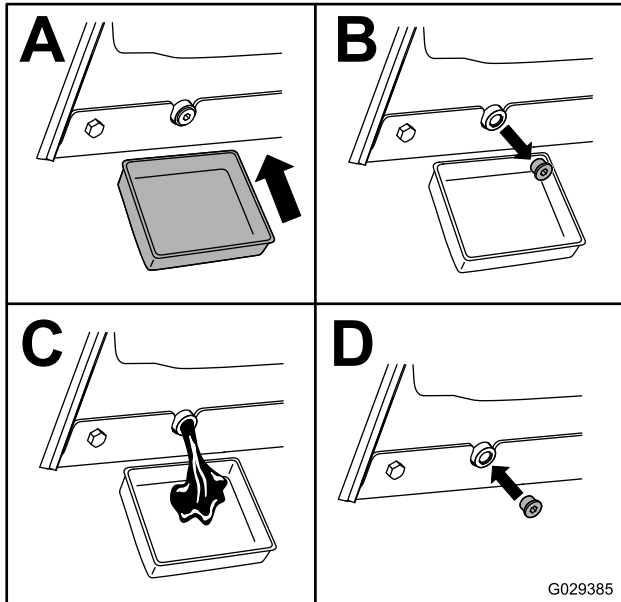

Figure 46
4. Vidangez l'huile sous la plate-forme (Figure 46).